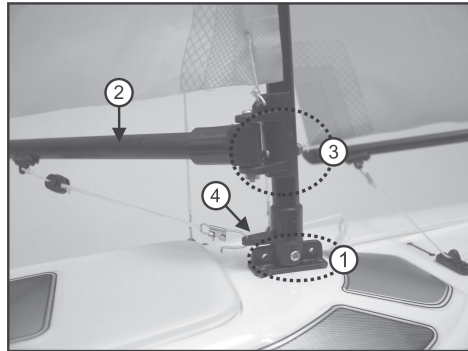

Bild 6
Montieren Sie wie in Bild 6 Pos. 1 gezeigt den Mast am Oberdeck an dem mittleren Loch der Masthalterung mit einer M2-Schraube und M2-Mutter.
Befestigen Sie den Querbalken (2) des Großsegels (in der Seglersprache „Baum“ genannt) mit einer M2-Schraube und M2-Mutter am Mast (Bild 6, Pos. 3).